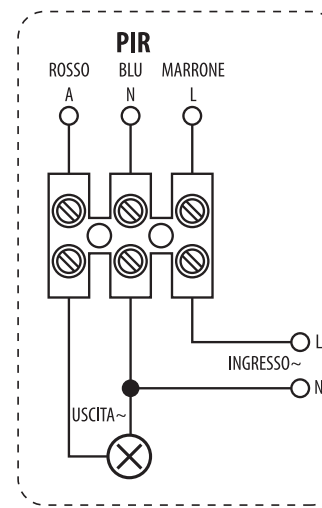

Fig. 2
- Collegare il cavo di alimentazione al terminale del sensore (Fig.2).